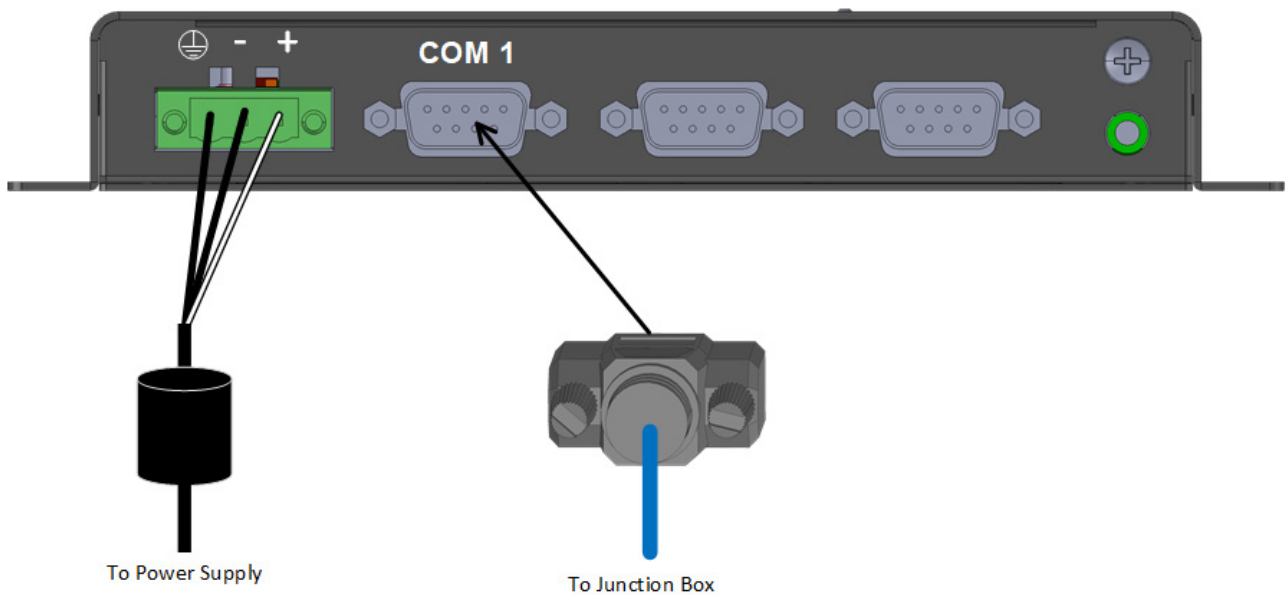

Figura 9: Inserte el conector de 9 pines
1. Inserte el conector de 9 pines de la caja de empalme en COM1 (Figura 9).